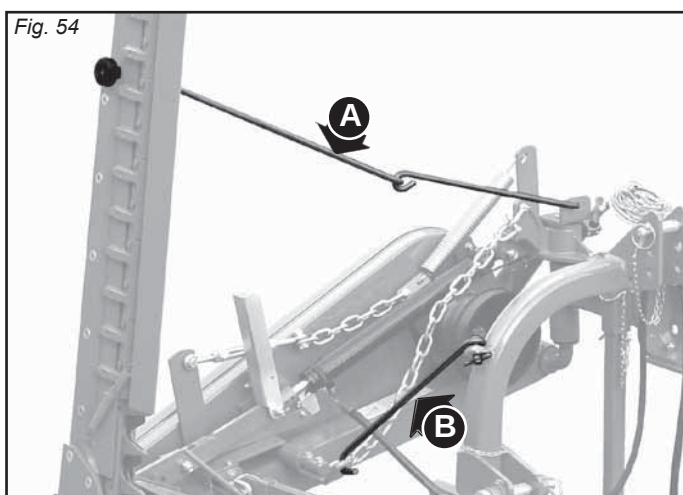

Fig. 54
- Asigurați-o cu cârligul de siguranță (A, Fig. 54).
- Introduceți cârligul de siguranță (B, Fig. 54).